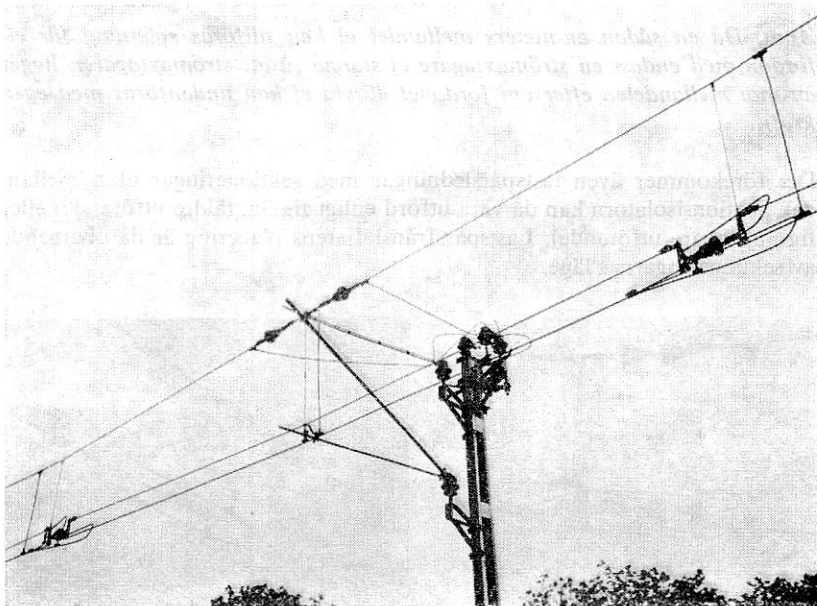

Fig 1
1.2 Lastområdets kontaktledning sektioneras från övriga kontaktledningen genom sektioneringar som består antingen av två sektionsisolatorer eller av en sektionsisolator och en luftisolering. I den ände av lastområdet där kontaktledningens lastspårsfränkskiljare är placerad är sektionsisolatorerna vanligen åtskilda av en mellandel som i regel är ca åtta meter lång (se fig 1).